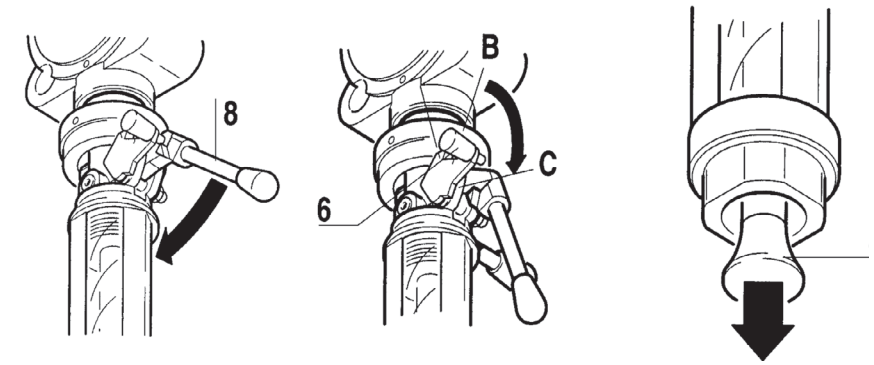

図 8
9.2.2 加圧されないパイプラインまたは真空状態のパイプライン (図 8, 9)